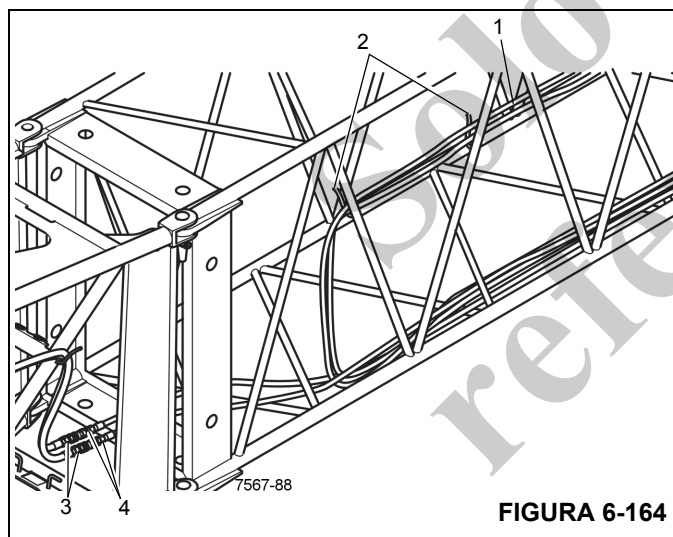

FIGURA 6-164
1. Retire la manguera larga (1) (Figura 6-164) de los sujetadores (2) en el inserto.
3. Retire las tapas protectoras y conecte las mangueras de la extensión plegable (3) a los extremos de manguera largos (4).
4. Fije las mangueras (1) (Figura 6-164) en los sujetadores (2) para asegurar que las mangueras no se dañen durante el funcionamiento.
3. Fije las mangueras (2) en el sujetador (3) en la sección de 35 pies (10.5 m).
4. Almacene las mangueras largas (1) (Figura 6-164) en los sujetadores (2) provistos.